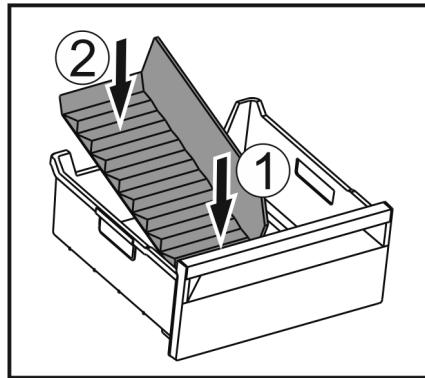

Fig. 235
- ▶ Vorderen Teil des Eisfach-Trenners einsetzen. Fig. 235 (1)
- ▶ Hinteren Teil des Eisfach-Trenners bis zum Schubfächerboden absenken. Fig. 235 (2)